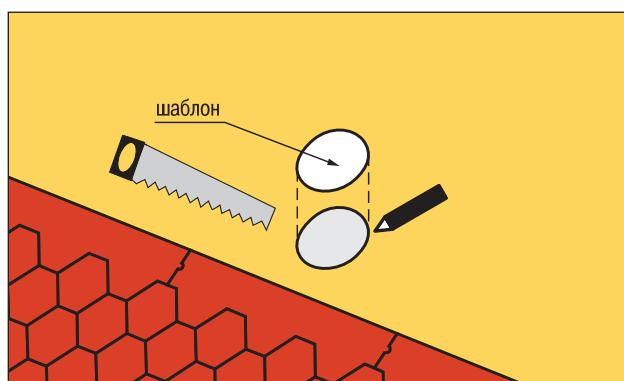

Рис. 18
- по шаблону намечают (обводят) и прорезают отверстие в основании под кровлю (рис. 18);